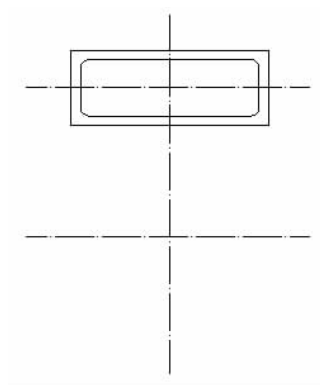

图 3-38 轴线部分
- (1) 绘制出上半部的矩形部分。
- (2) 绘制轴线部分,如图 3-38 所示。